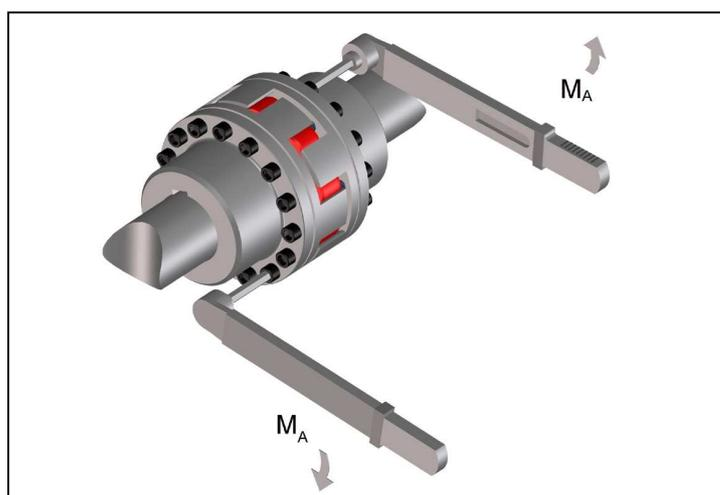

Bild 11
- Ziehen Sie die Schrauben mit dem in Tabelle 7 vorgeschriebenen Anzugsdrehmoment  $M_A$  fest (Bild 11).